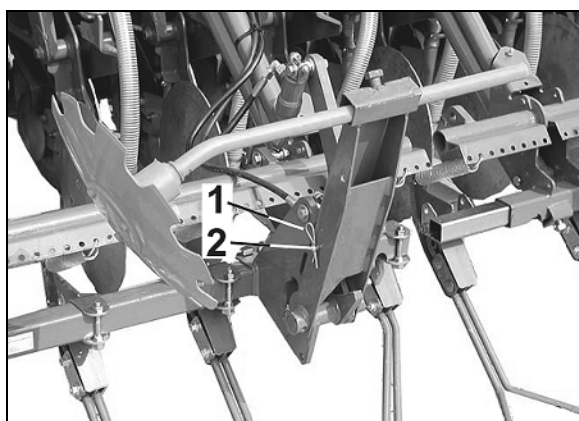

Bild 49
2. Ta bort den med fjädersprint (Bild 49/2) säkrade bulten (Bild 49/1).
2. sätt i bulten (Bild 49/1) och säkra med fjädersprinten (Bild 49/2).